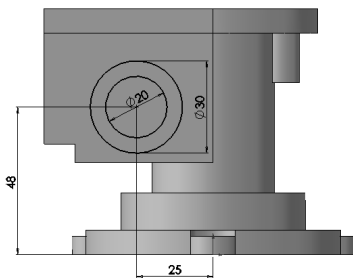

图 7-108 绘制侧面凸台孔草图
2) 绘制侧面凸台孔草图。单击“草图”控制面板中的  (圆) 按钮, 绘制两个同心圆。单击“草图”控制面板中的  (智能尺寸) 按钮, 或选择菜单栏中的“工具”→“标注尺寸”→“智能尺寸”命令, 标注圆的直径为 20 和 30, 如图 7-108 所示。